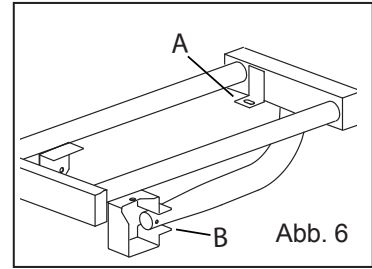

Abb. 6
**Herd mit Kochplatte:** Befestigungsschrauben und Versorgungsanschlüsse (Abb. 6/A+B) abschrauben